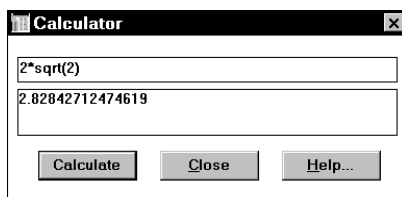

Figura 22. Calculadora
- 15) **Calculator...** (Calculadora). Esta opción arranca la calculadora de Micro-Cap V, que tiene el aspecto que se muestra en la Figura 22. Para utilizar la calculadora se debe introducir una expresión matemática evaluable, luego se pulsa el botón *Calculate* (Calcular).